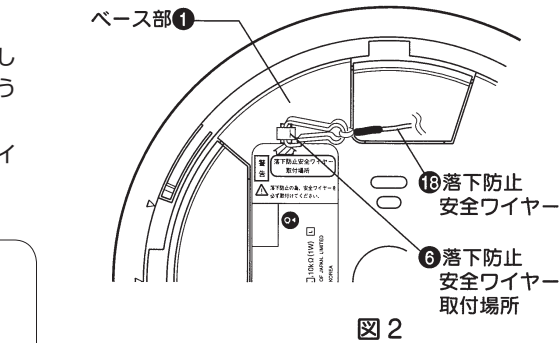

図 2
4. 入力線を端子台⑮に接続します。（裏面の接続方法の項を参照してください。）
5. 配線後入力線がなるべくたれ下がらないよう、入力線のたるみをベース部①に押し当ててください。この時、基板部⑫及びトランス⑨の上に入力線がかからないようにしてください。
6. フロントパネル部②の落下防止安全ワイヤー⑮をベース部①の落下防止安全ワイヤー取付場所⑥にしっかりと引っかけます。（図 2 参照）